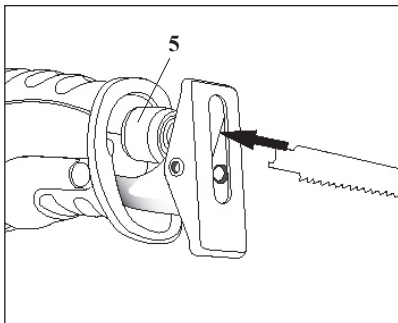

Bild. 2
3.1 Montera ett sågblad (Bild. 2)